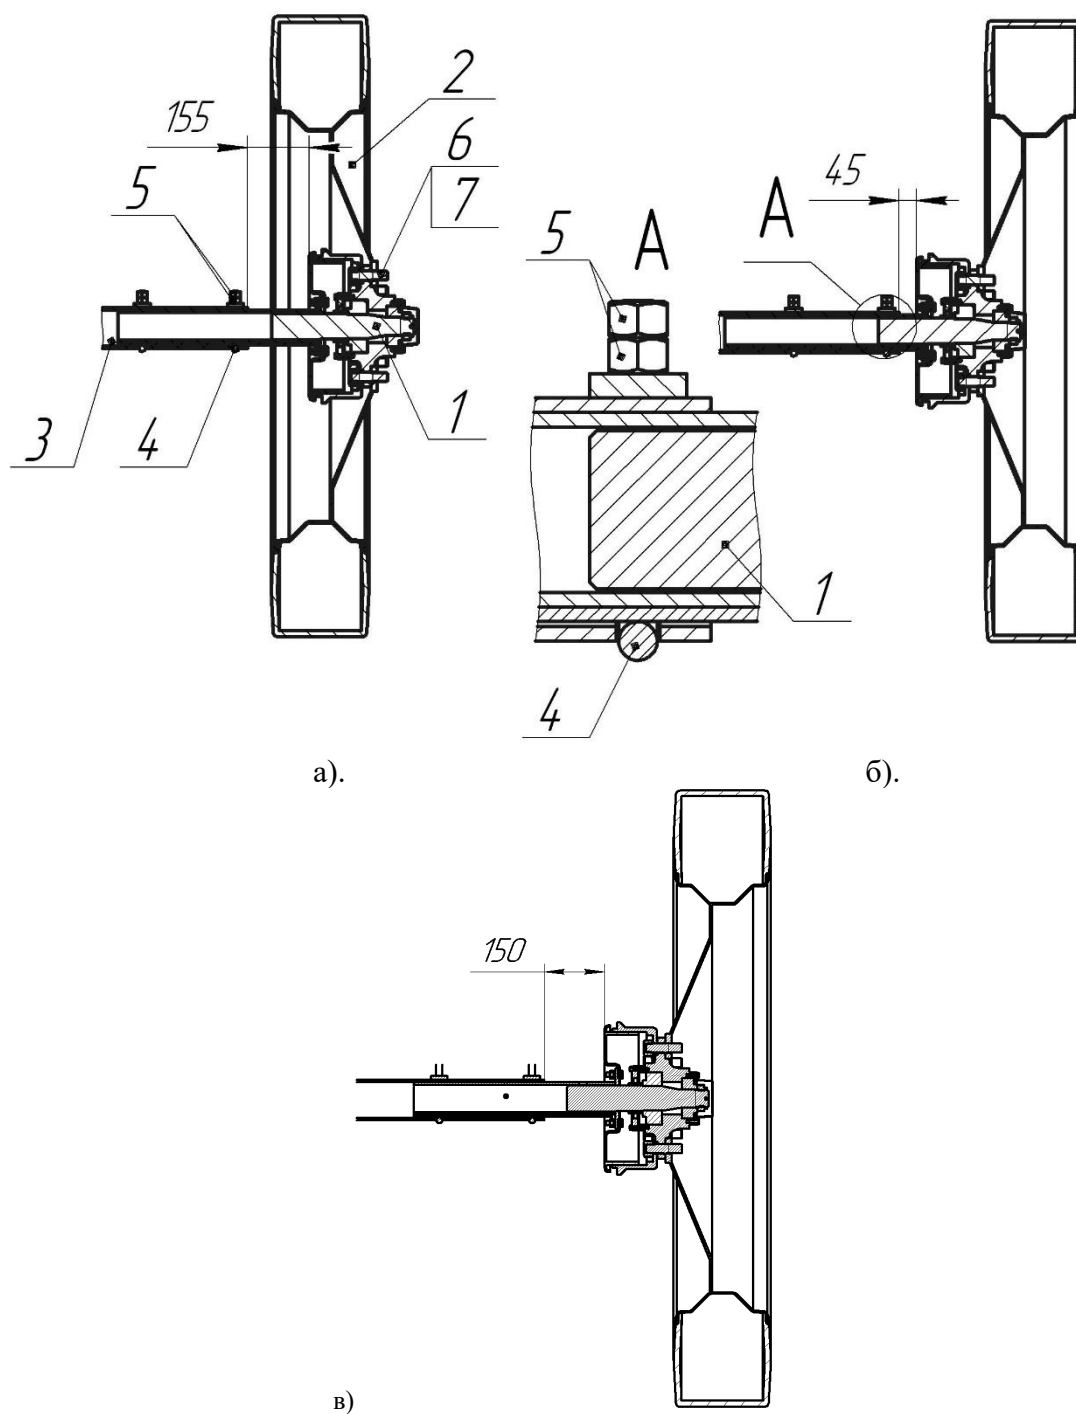

Рис. 12. Схема установки колес при колее а) 1500 мм, б) 1800 мм, в) 2100 мм.
Опрыскиватель можно установить на колею 1500 (рис. 12 а) или 1800 мм (рис. 12 б). Колея регулируется бесступенчато.
- переместить полуоси 1, на расстояние, указанное на рис. 12;
- поменять местами колеса и перевернуть их, как показано на рис. 12; после монтажа колес протектор шин должен иметь исходное направление.
**Внимание!** Размеры, указанные на рис.12, относятся к опрыскивателям стандартной комплектации. В случае использования колесных дисков других производителей, алгоритм изменения колеи может быть изменен.